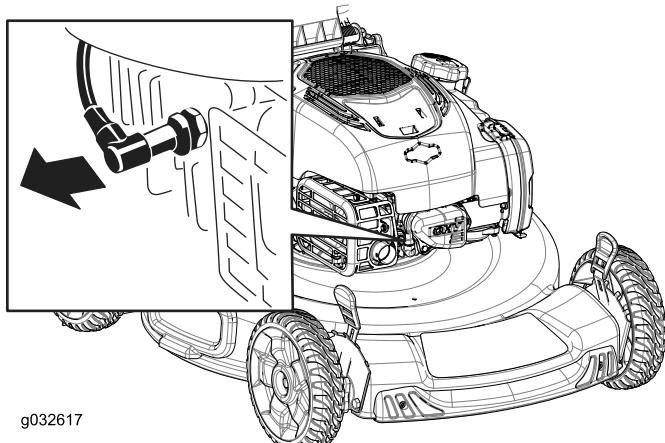

Рисунок 31
- Отсоедините провод от свечи зажигания (Рисунок 31).